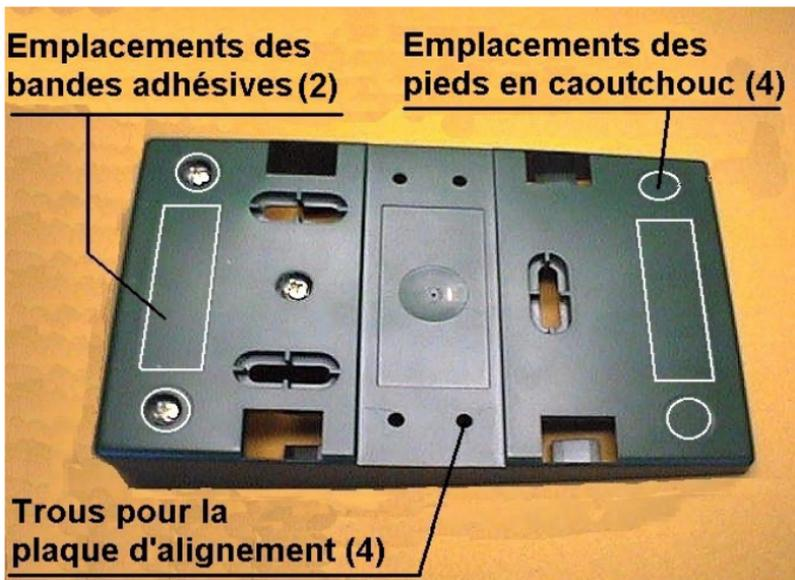
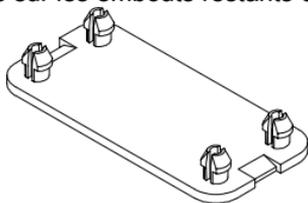

Figure 1- OM-DRAGON™ Support de la base - face arrière
Figure 4- plaque d'alignement
1. En se référant à la figure 1, nettoyer avec soin les emplacements situés sous le support afin d'enlever toutes les impuretés susceptibles de réduire l'adhésion des 4 pieds en caoutchouc.
Pour une installation horizontale à usage fixe, utiliser les bandes adhésives comme indiqué sur la figure 1.
1. Se référer à la figure 1 et à la figure 4, emboîter la plaque d'alignement dans les trous prévus à cet effet sur le support de façon à laisser la plaque dépasser sur le côté.